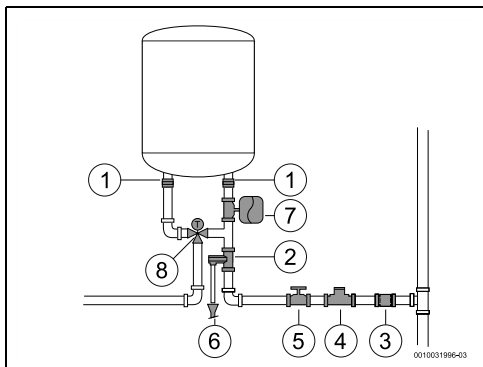

Fig. 14
- Recomendável instalar uma válvula termostática (Fig. 14, [8]) no tubo de saída do aparelho se forem utilizados tubos PEX. Deverá ser ajustado de acordo com o desempenho do material utilizado.
- ▶ Nunca instalar nenhum acessório (para além dos representados na Fig. 14) entre a válvula de segurança e a entrada de água fria (lado direito) do aparelho.
- ▶ instalar uma válvula redutora (Fig. 14, [4]). A válvula de segurança vai atuar sempre que a pressão da água no aparelho for superior a 8 bar (± 1 bar), pelo que é necessário prever uma forma de canalizar o escoamento dessa água.
- ▶ instalar um vaso de expansão (Fig. 14, [7]) para evitar que a abertura da válvula de segurança seja tão frequente. O volume do vaso de expansão deve ser o equivalente a 5% do volume do aparelho.